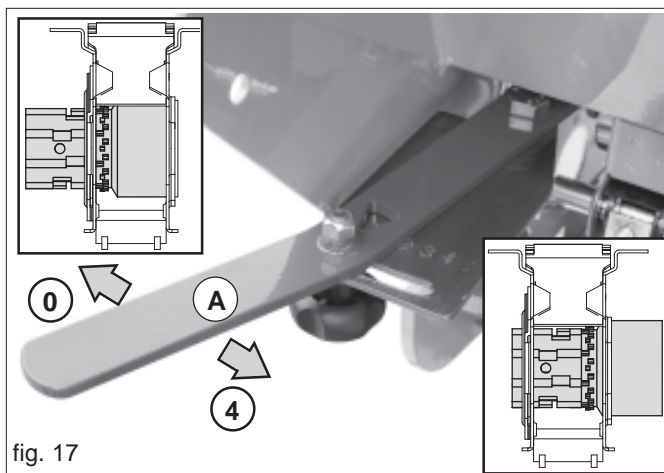

fig. 17
- 2) Hebel (Abb. 17) auf Position «A»;
Bevor mit der Aussaat begonnen wird, ist die geeignete Stellung des Dosierrollenöffnungshebels auf der Basis der auszustreuenden Saatgutmenge zu wählen (Abb. 17). Dazu die AUSSTREUUNGSSTABELLEN nachschlagen (Seite 15).
Die Öffnungsweiteinstellung der Dosierrollen erfolgt durch Verstellen des Hebels (A, Abb. 17) längs des Langlochs zwischen den Bezügen 0 und 4.
- 6) Jetzt kann die auszustreuende Saatgutmenge genauer eingestellt werden, indem die Stellung des Hebels (A, Abb. 17) geändert wird.
- Den Hebel (A) auf Abbildung 17 in die komplette geöffnete Position verstellen (Pos. 4).